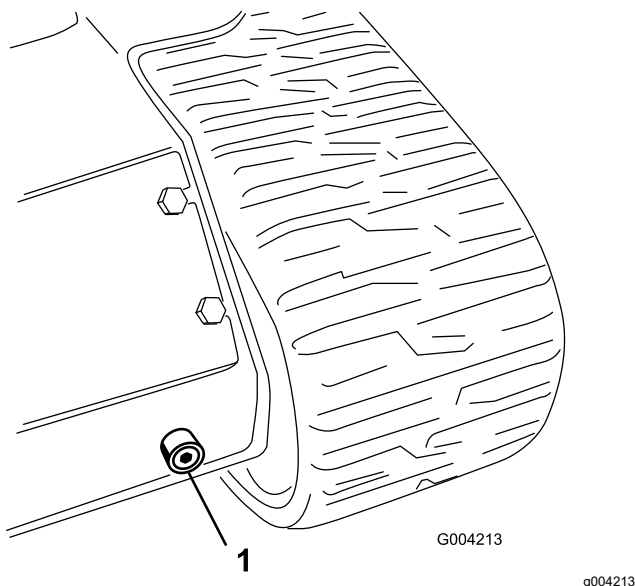

Figura 66
6. Coloque un recipiente grande con capacidad para 57 litros (15 galones US) debajo del tapón de vaciado situado en la parte delantera de la máquina (Figura 66).
7. Retire el tapón de vaciado y deje fluir el aceite al recipiente (**Figura 66**).